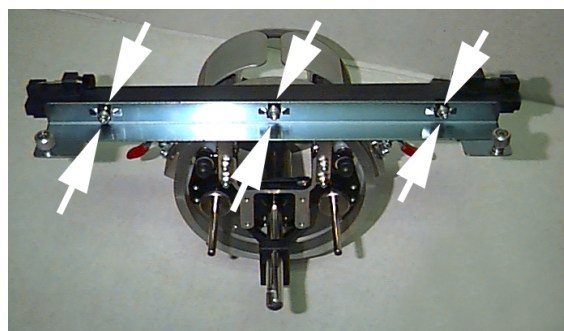

Figura 3-1
3. Os 3 parafusos de sextavado interior ao longo da abraçadeira de interface (Figura 3-1) e os 4 parafusos de sextavado interior que suportam a caixa de mancal (Figura 3-2) têm de se encontrar ligeiramente desapertados.